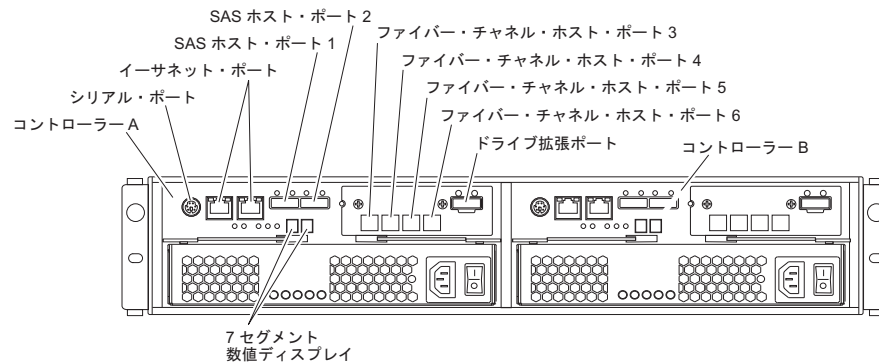

図 55. ストレージ・コントローラー上のホスト・コネクタの位置
2. ファイバー・チャネル・ケーブルをコントローラー・ホスト・ポート内の SFP モジュールに接続し、さらにファイバー・チャネル・スイッチ内の SFP モジュールまたはホスト・バス・アダプター上の光インターフェース・コネクタのいずれかに接続します。77 ページの図 55 は、ホスト・システムのケーブルが接続するストレージ・サブシステム・ポートのコントローラー上の位置を示しています。